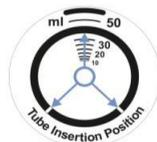

Figura 3. Posicionamento do tubo
- Alinhe os pontos do sensor com as linhas indicadoras do soquete (figura 3);
- 1. O posicionamento do tubo no soquete do tubo deve ser o seguinte: A marca de volumes do tubo TPP deve estar entre e oposta às duas marcações no rotor e os pontos do sensor devem estar alinhados com as duas marcações (figura 3); Esta posição permite que a luz de o laser deve ser transmitido sem interrupção por diferentes marcas apresentadas na superfície externa dos tubos e permite que o pH e a ótica de O2 estejam no mesmo eixo que o ponto sensor.